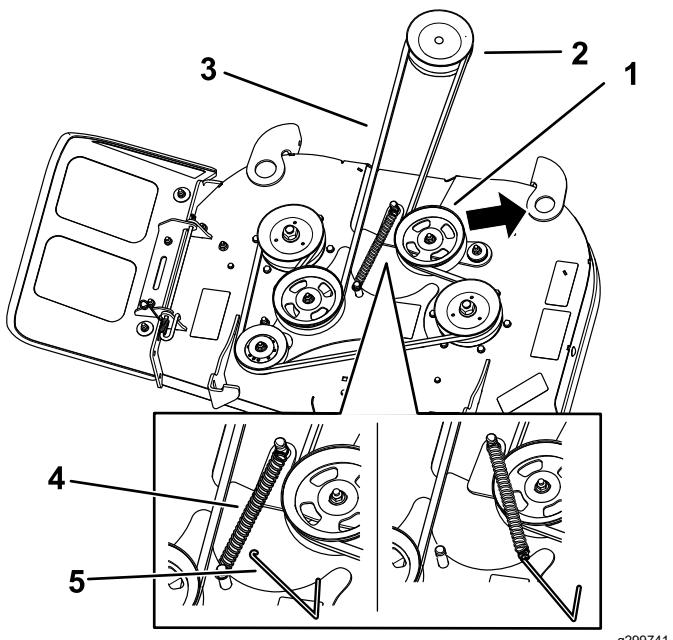
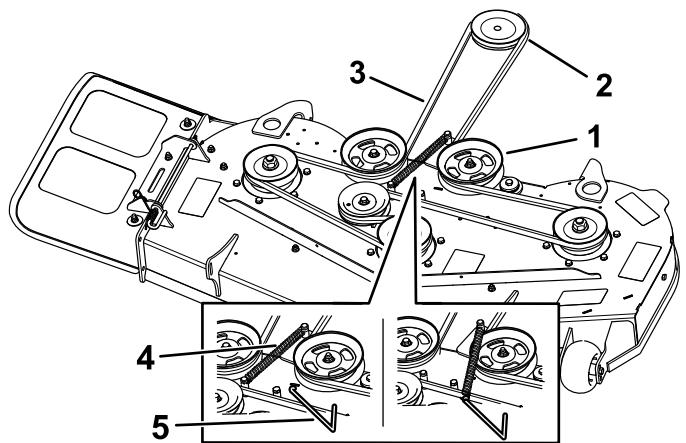

Figure 53
Figure 54
1. Couvercle 2. Vis (4)
5. À l'aide d'un outil de dépose de ressort (réf. Toro 92-5771), décrochez le ressort du crochet sur le tablier pour détendre la poulie de tension et déchaussez la courroie des poulies (Figure 53 ou Figure 54).
6. Acheminez la courroie neuve autour des poulies d'embrayage et du tablier de coupe (Figure 53 ou Figure 54).
7. Accrochez le ressort de la poulie de tension au crochet du tablier de coupe (Figure 53 ou Figure 54).